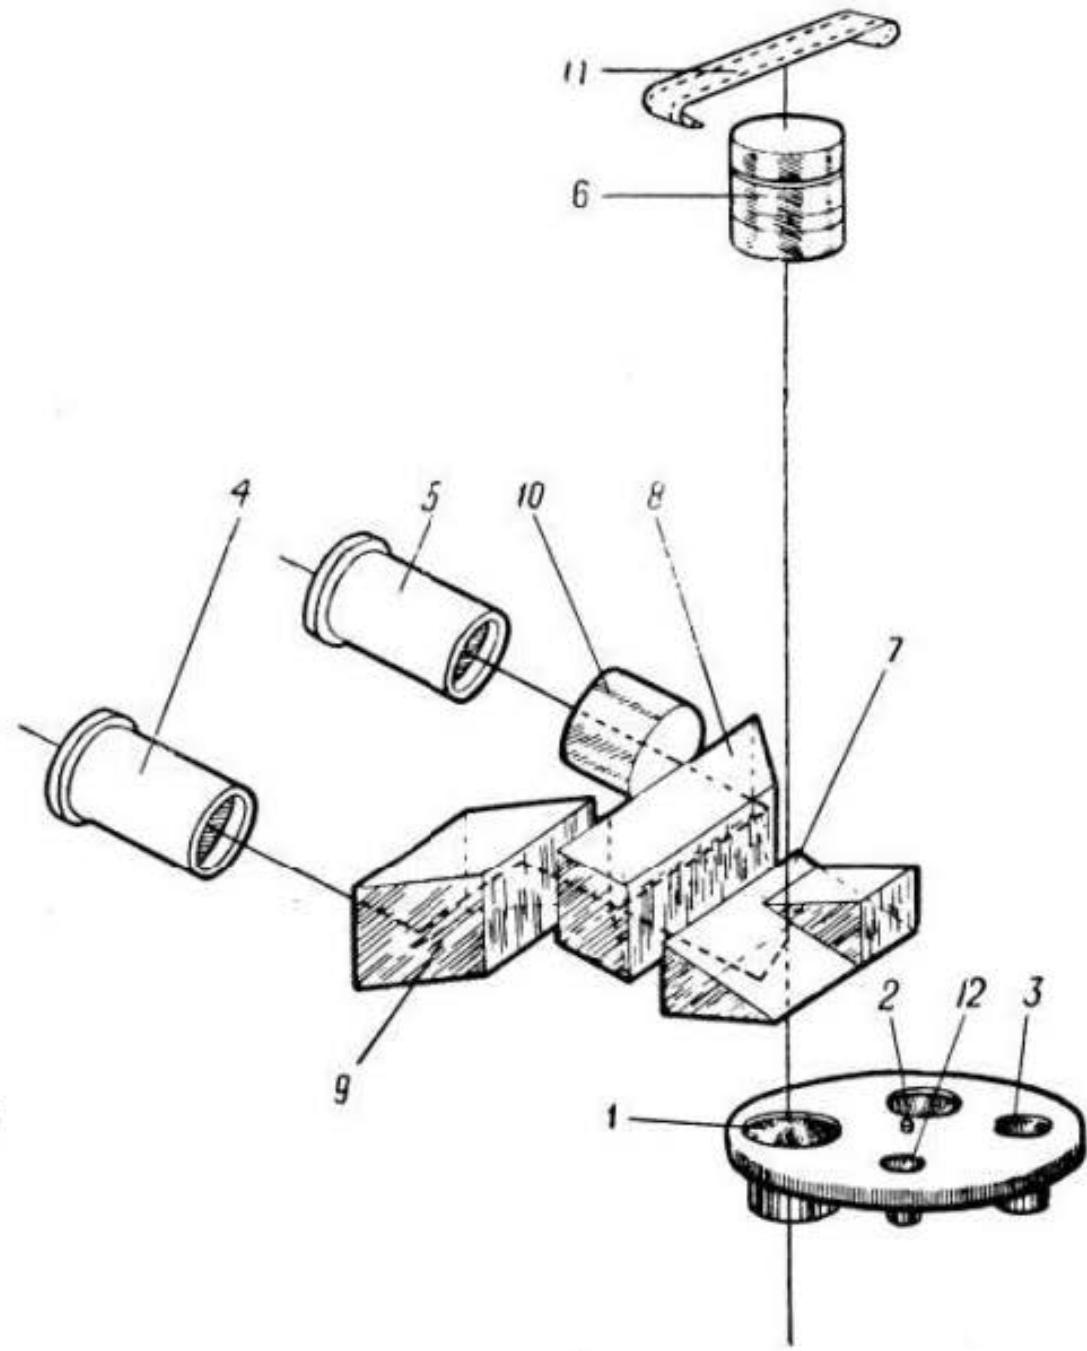
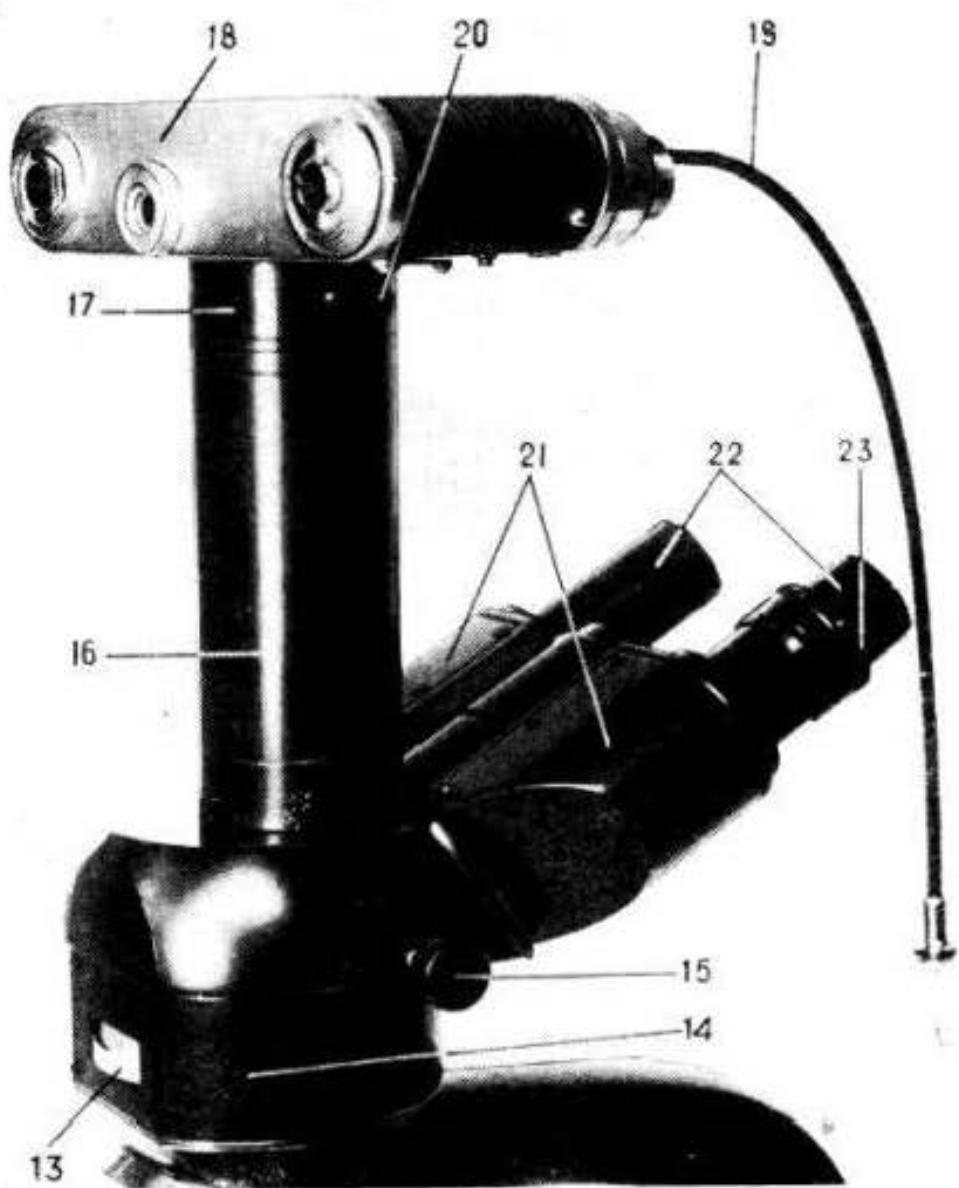

Рис. 1
Рис. 2
Оптическая схема микрофотонасадки показана на рис. 1. Лучи света, проходящие через объектив микроскопа, падают на одну из оптических систем 1, 2 или 3, которая совместно с объективом переносит изображение объекта в фокальные плоскости визуальных окуляров 4, 5, а совместно с объективом и гомалем 6 — в плоскость фотопленки.
Микрофотонасадка МФН-11, установленная на микроскопе МББ-1, показана на рис. 2.
Установка того или иного увеличения насадки, а также установка системы для рассматривания выходного зрачка объектива производится вращением диска 13 за накатанную часть. Диск имеет четыре фиксированных положения. На цилиндрической части диска награвированы цифры «1,1», «1,6», «2,5» и буквы «ФК». Фиксатор, цифры и буквы расположены так, что при включении оптической системы 1 (рис. 1), 2 или 3 цифры, показывающие увеличение, устанавливаются против окна, находящегося сзади корпуса 14 (рис. 2) насадки; при включении системы 12 (рис. 1) против окна устанавливаются буквы «ФК».
В оптическую систему насадки рукояткой 15 (рис. 2) может быть включена или та часть призмы 7 (рис. 1), которая полностью отражает пучок лучей на призму 8, или же часть призмы, отражающая на призму 8 около 10% света и пропускающая остальную часть на пленку 11 фотокамеры. При ввинтной рукоятке 15 (рис. 2) происходит полное отражение света, при выдвинутой — частичное.
На корпусе 14 насадки установлена трубка 16, в которую вмонтирован гомаль 6 (рис. 1). В патрубке 17 (рис. 2) закреплена фотокамера 18 с тросиком 19. Если отвернуть винт 20, патрубок с фотокамерой можно снять с насадки.
Бинокулярный тубус имеет два корпуса 21 (левый и правый) с окулярными трубками 22, в которые вставляются парные компенсационные окуляры 7х. Корпуса 21 можно раздвигать в пределах 55—75 мм в зависимости от расстояния между глазами наблюдателя. Установка окулярных трубок по глазам наблюдателя производится разворотом тубусов. Тубусы должны быть установлены так, чтобы поля зрения левой и правой трубок слились. Внутри корпусов расположены призмы 8 (рис. 1), 9 и компенсатор 10.
диоптрийный механизм; кольцом 23 (рис. 2) диоптрийный механизм можно устанавливать на  $\pm 5$  диоптрий.
2. Ввести в оптическую систему ту часть призмы 7 (рис. 1), которая полностью отражает световой пучок; для этого рукоятку 15 (рис. 2) вдвинуть до упора.
2. Ввести в оптическую систему ту часть призмы 7 (рис. 1), которая отражает приблизительно 10% лучей; для этого рукоятку 15 (рис. 2) выдвинуть до упора.
5. Проверить настройку освещения в микроскопе. Для этого включить систему 12 (рис. 1), позволяющую рассматривать выходной зрачок объектива, и проверить резкость и центричность изображения источника света в зрачке. Затем, включив систему
Вставить в левую окулярную трубку окуляр  $7^x$  с диоптрийной подвижкой без шкалы и подвижкой глазной линзы и кольца 23 (рис. 2) добиться резкости.